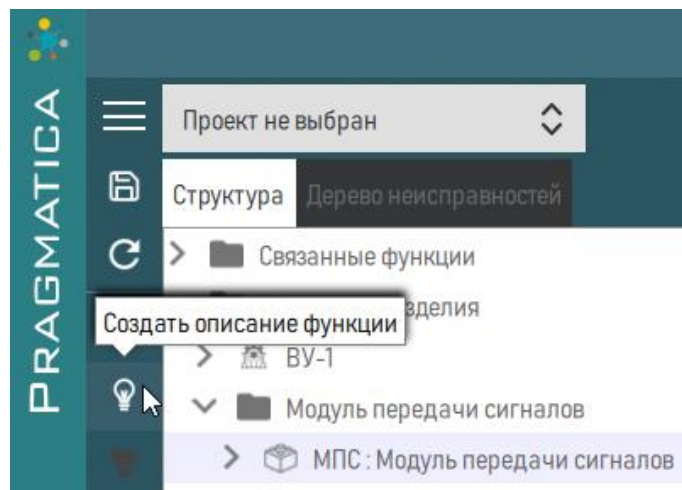

Рисунок 223 – Создание описания функции
2) Создать функцию, реализуемую объектом анализа/обслуживания. Для этого выбрать объект анализа/обслуживания и нажать кнопку «Создать описание функции», расположенную слева на панели (рисунок 223).